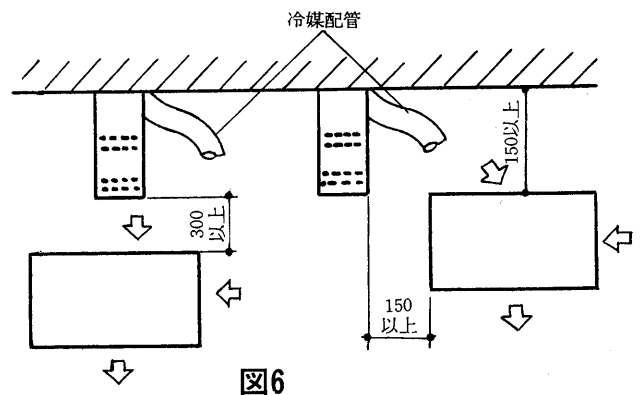

図6
- 室外ユニットを給排気アタッチメントの前方に置く場合は、アタッチメント先端から300mm以上、横に置く場合は壁面、給排気アタッチメントからそれぞれ150mm以上離してご使用ください。また、各配管は、給排気アタッチメントのドレンが直接当たらないように曲げてください。<図6>